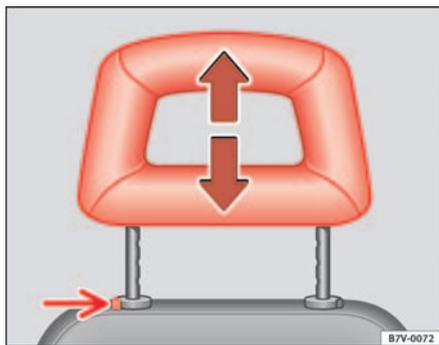

Abb. 86 Kopfstütze einstellen oder ausbauen
- Schieben Sie die Kopfstütze in Pfeilrichtung nach oben oder bei gedrückter Taste ⇒ Abb. 86 (Pfeil) nach unten. Richtige Höhe ⇒ Seite 126.
- Drücken Sie die Taste ⇒ Abb. 86 -Pfeil-.
- Schieben Sie die Kopfstütze bei gedrückter Taste ⇒ Abb. 86 (Pfeil) **ganz** nach unten.